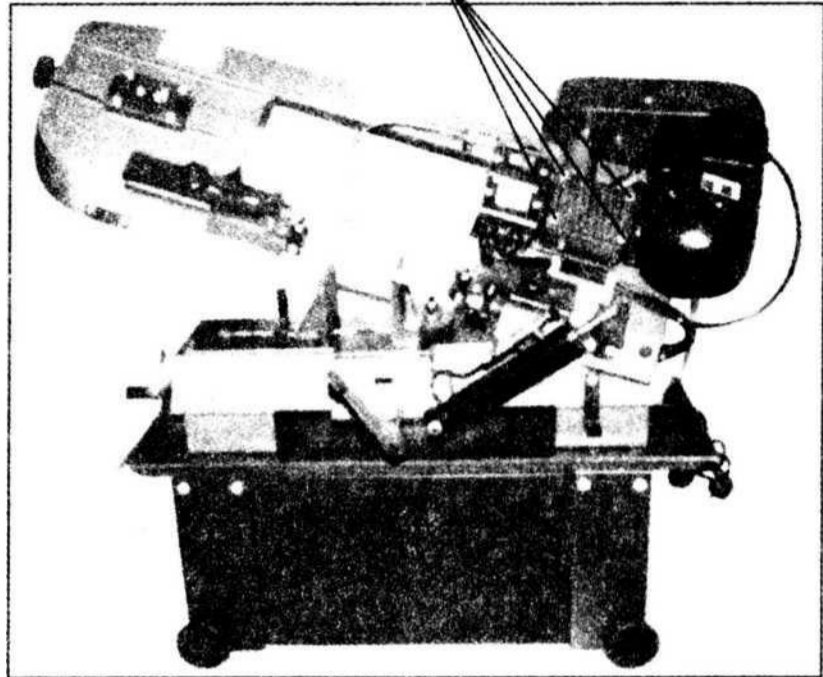

рис. 17
3. Снимите винты (А, рис. 17) с редуктора, защитную крышку и прокладку.